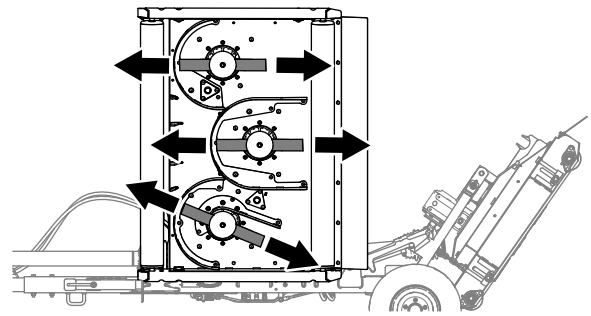

Figura 64
1. Alinee la cuchilla del cortacésped tal y como se muestra en la Figura 64.